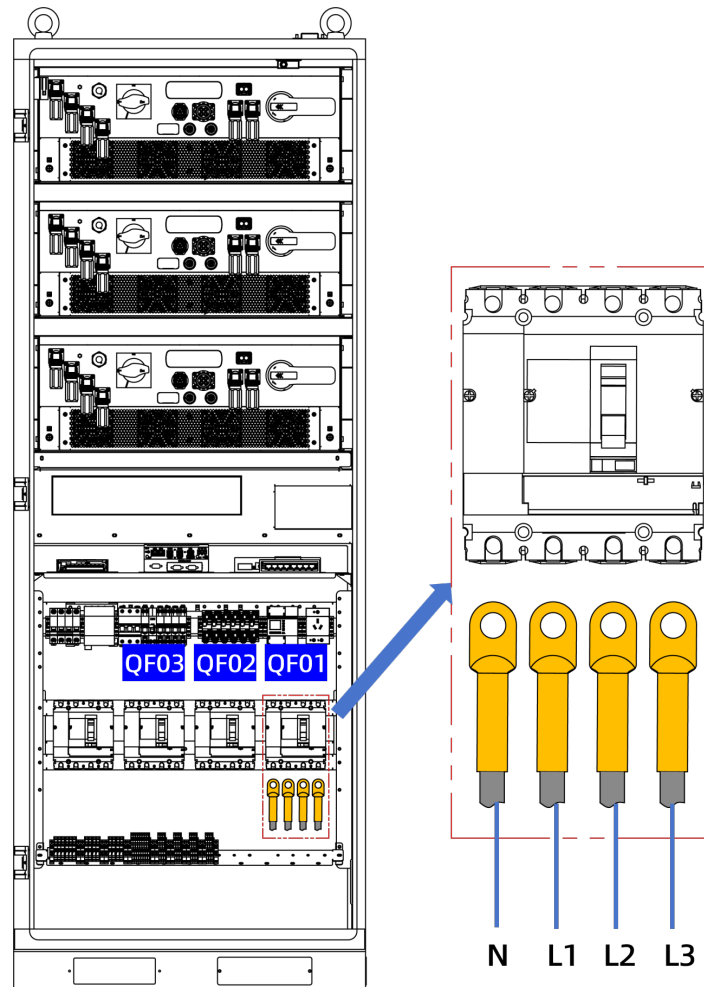

Abbildung 8-6: Stromanschlüsse von QF01
- c. Schließen Sie die Stromkabel mit M8-Befestigungen am Leitungsschutzschalter QF01 an, wie in Abbildung 8-6 gezeigt. Die Anschlüsse von QF01 sind von links nach rechts jeweils mit den Phasen N, L1, L2 und L3 der externen Stromversorgung verbunden.